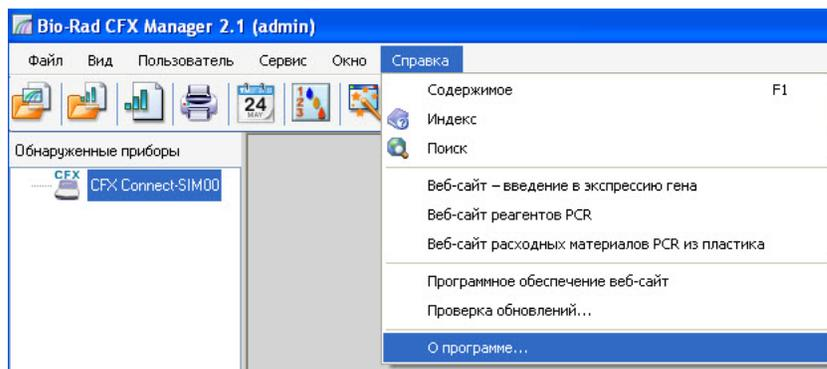

Рис. 3. Навигация в основном окне программы CFX Manager.
1. Выберите **Справка > О программе** в основном окне программы (Рисунок 3).